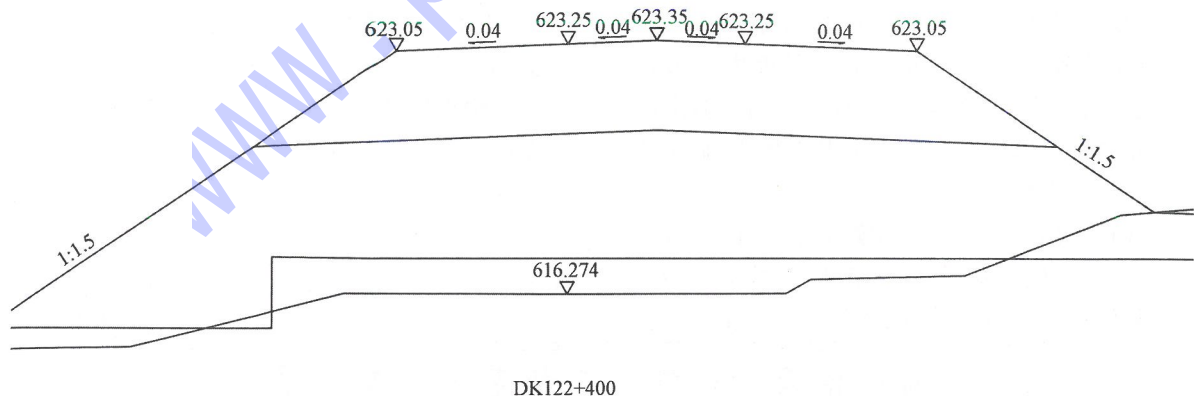

图1 路基设计断面图
(1)先将设计断面图打开,将其中的各类线性进行分类,并分出不同的层及颜色(图1)。